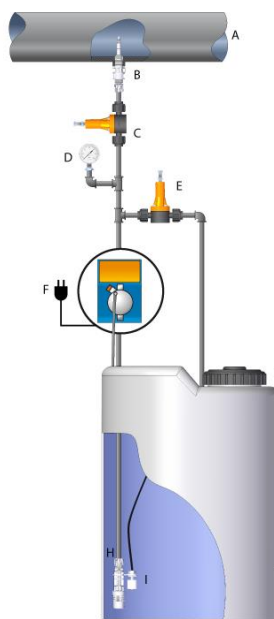

Fig. 6 – Impianto tipico
- Assicurarsi che la stessa sia disattivata elettricamente (entrambe le polarità) staccando i conduttori dai punti di contatto della rete attraverso l'apertura di un interruttore omnipolare con distanza minima tra i contatti di mm 3 (Fig.6).